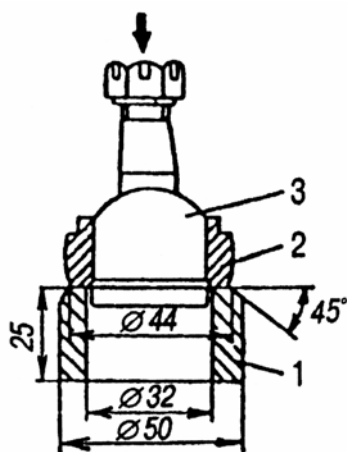

Рис. 9. Выпрессовка шарового шарнира
- выпрессовать шарниры из гнезд в тисках или на прессе с помощью втулки 1 (рис. 9), предварительно сняв резиновые уплотнители, распорные втулки, удалив шплинты и повернув гайку заподлицо с торцом пальца;